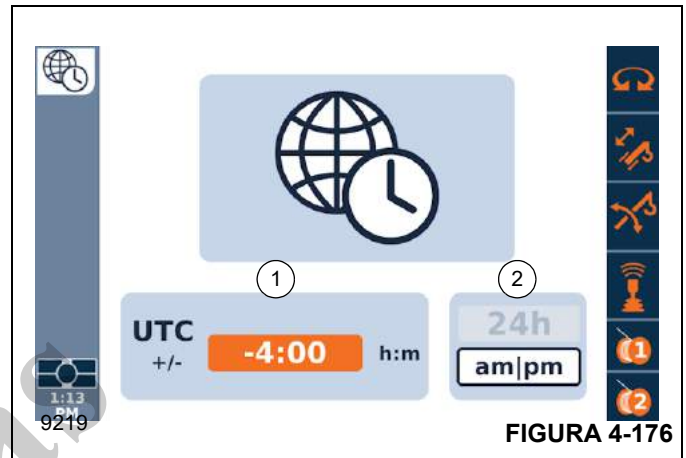

FIGURA 4-176
A tela de funções Definição de hora (Figura 4-176) permite ao operador definir a hora e o formato de hora que será exibido nas telas do ODM e do RDM.
1. Usando o Botão rotativo ou os Botões de seta na Placa de controle de navegação, selecione o campo Diferença de fuso horário UTC (1, Figura 4-176).
5. Usando o Botão rotativo ou os Botões de seta, selecione o campo de Formato de hora (2, Figura 4-176).